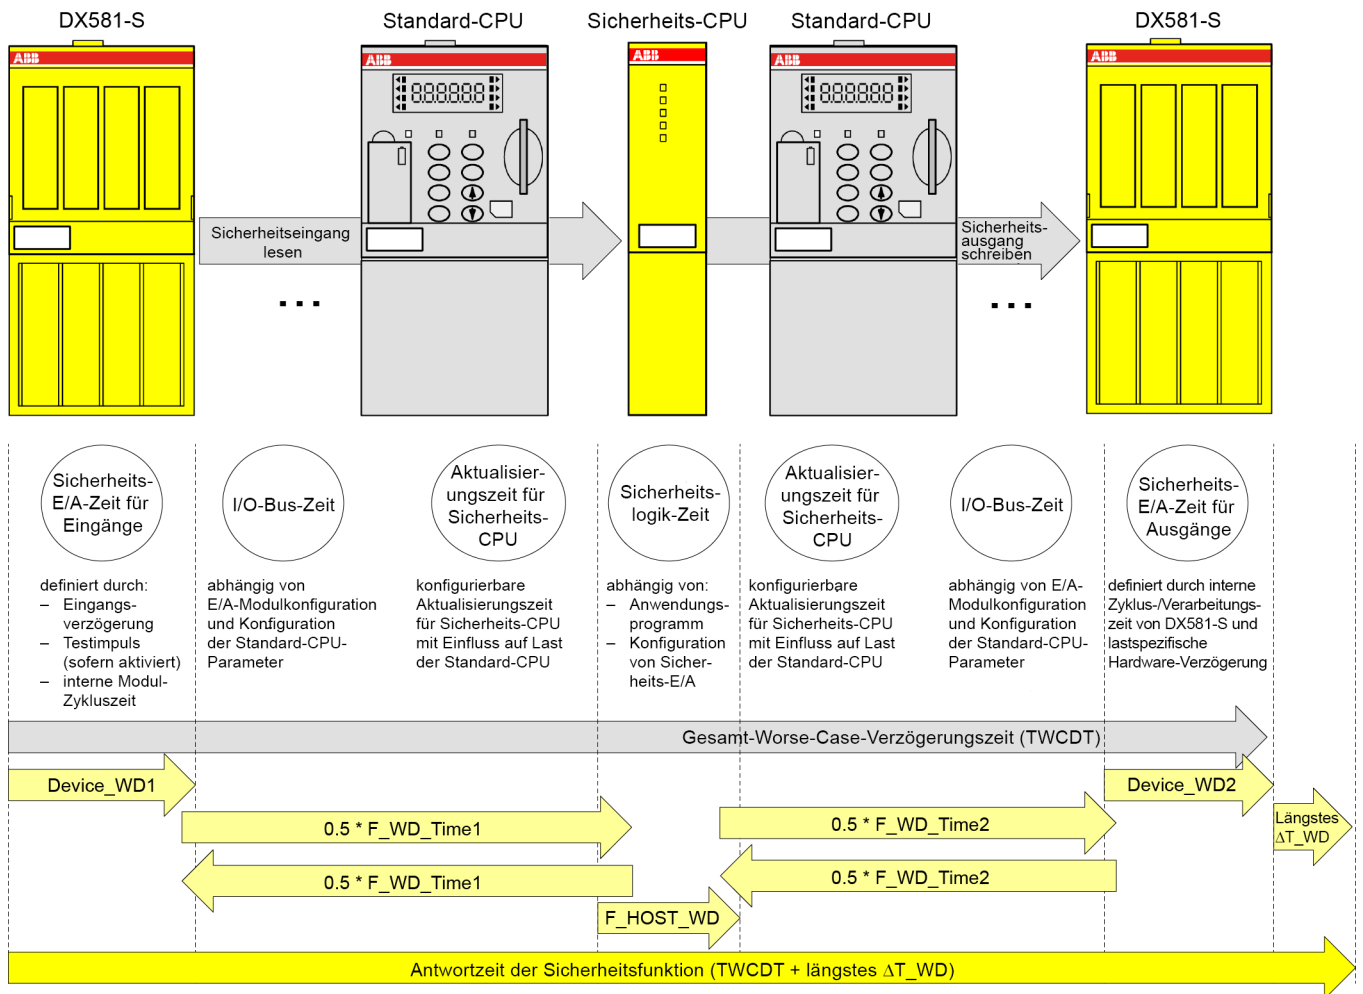
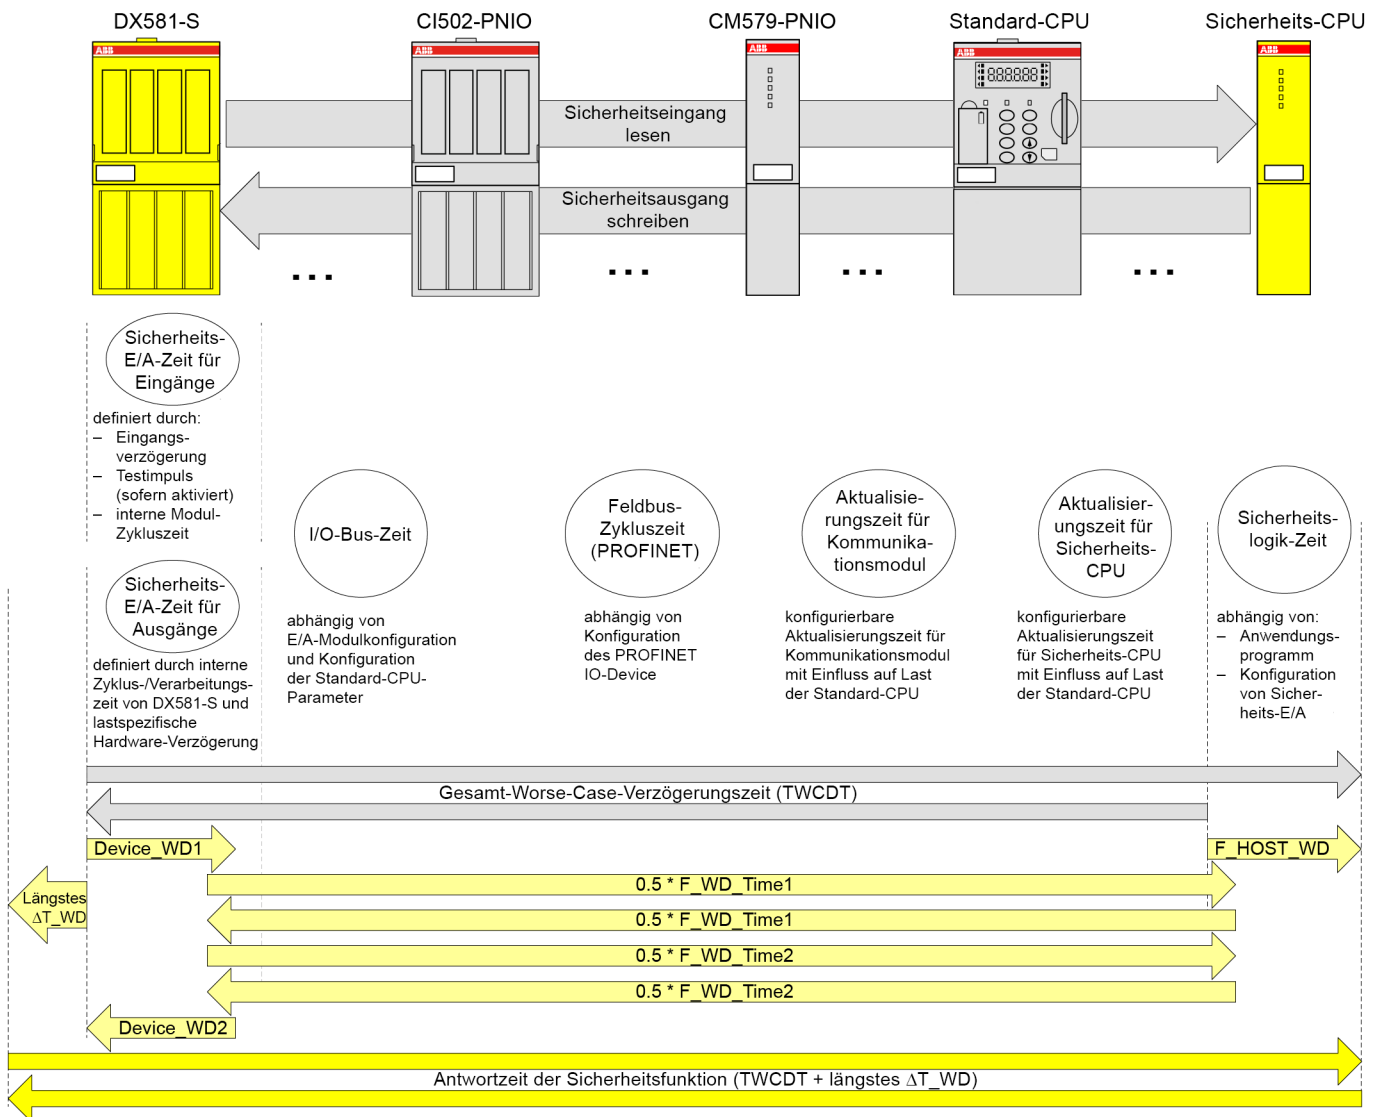
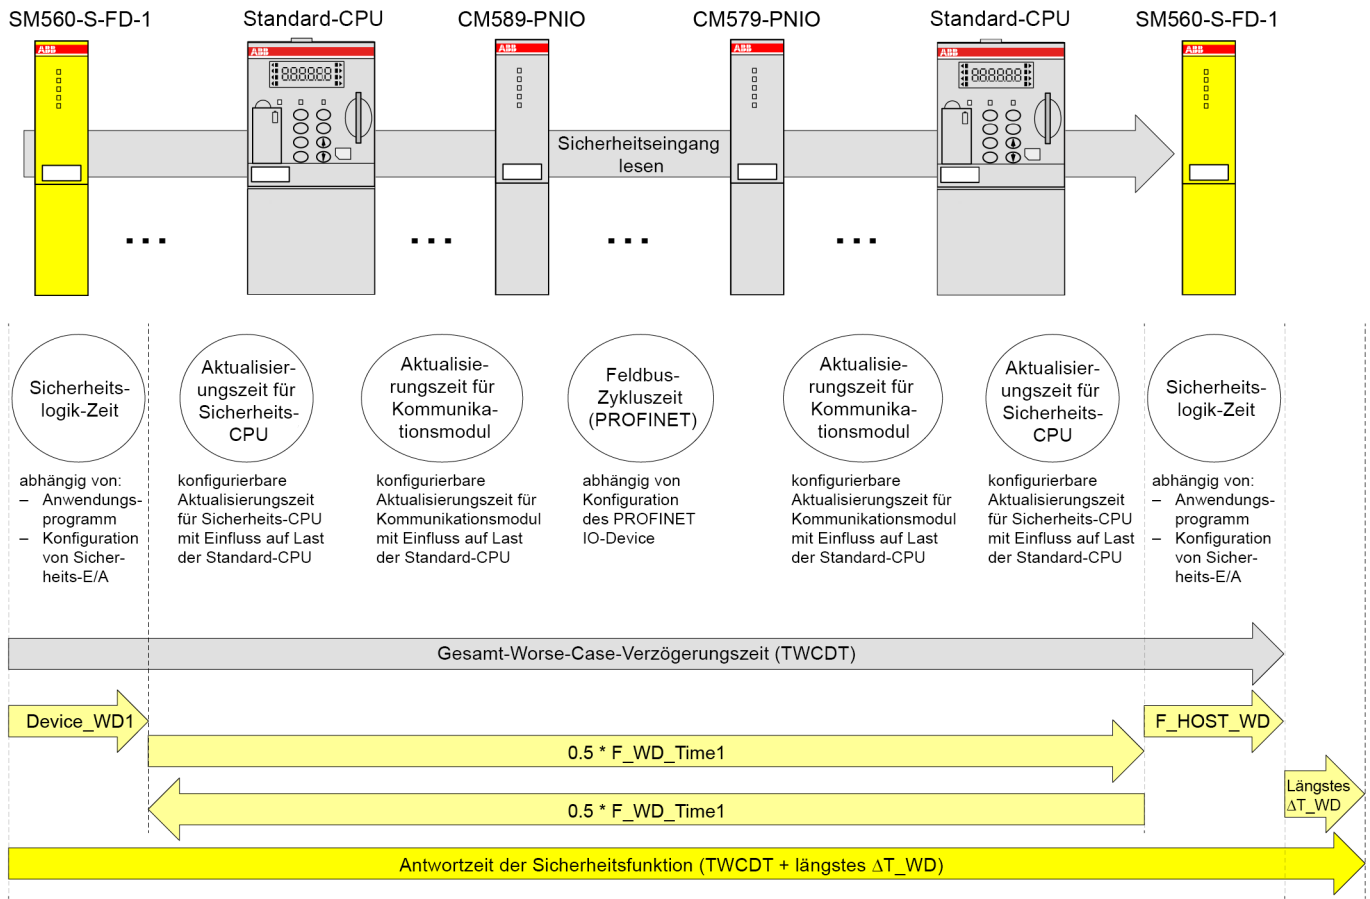

Abb. 118: SFRT in einem AC500-S-System ohne PROFINET-Komponenten
Abb. 119: SFRT in einem AC500-S-System mit PROFINET-Komponenten und Sicherheits-E/A-Modulen
Abb. 120: SFRT in einem AC500-S-System mit PROFINET-Komponenten und sicherer Kommunikation von CPU zu CPU (Beispiel: SM560-S-FD-1 zu SM560-S)
In Abb. 118, Abb. 119 und Abb. 120 wird SFRT im Detail erläutert. Im Modell in Abb. 118 und Abb. 119 werden die Phasen Lesen des Eingangssignals, sicherer Datentransfer, sichere Logikverarbeitung, sicherer Datentransfer und sichere Signalausgabe angeführt. Im Modell in Abb. 120 wird die sichere Kommunikation von CPU zu CPU dargestellt, die die Phasen sichere Logikverarbeitung, sicherer Datentransfer und sichere Logikverarbeitung beinhaltet.
Die folgenden Begriffe werden (in alphabetischer Reihenfolge) in Abb. 118, Abb. 119 und Abb. 120 definiert:
- Device\_WD1 und Device\_WD2 als Worst-Case-Verzögerungszeiten für Sicherheits-E/As können wie unter Abb. 118 und Abb. 119 dargelegt definiert werden.
- Für die Berechnung der Worst-Case-Verzögerungszeit für „Black Channel“-Komponenten (siehe AC500-Standardmodule in Abb. 118 und Abb. 119) wird empfohlen, stattdessen den halben Wert von F\_WD\_Time1 und F\_WD\_Time2 zu verwenden. F\_WD\_Time1 und F\_WD\_Time2 können empirisch für die AC500-Systemkonfiguration bestimmt werden, indem man die Werte für tResponseTimeMS für gegebene Sicherheits-E/As in der Sicherheitsanwendung zurückverfolgt. Verwenden Sie die PROFIsafe-Instanz für den gegebenen Sicherheits-E/A ☞ *Kapitel 4.6.3 „Safety-Base\_PROFIsafe\_LV200\_AC500\_V22.lib“ auf Seite 199*. F\_WD\_Time1 und F\_WD\_Time2 sollten etwa 30 % höher als der Worst-Case-Wert für tResponseTimeMS des gegebenen Sicherheits-E/A gesetzt werden.
Basierend auf Abb. 118, Abb. 119 und Abb. 120 können die folgenden SFRT-Beispielwerte für einige typische AC500-S-Konfigurationen durch die Nutzung von ☞ *Gleichung 2, Seite 345* berechnet werden: